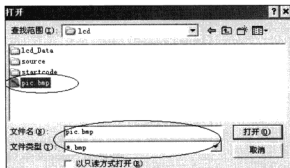

图 13-28 打开图片 pic.bmp
(2) 在弹出的对话框中，打开刚才建立的图片 pic.bmp，如图 13-28 所示。